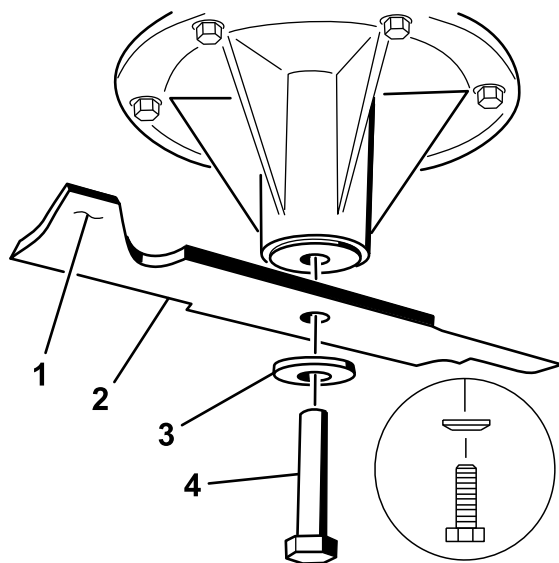

Figure 71
2. Placez la lame sur l'axe (Figure 71).
3. Montez la rondelle bombée et le boulon de la lame (Figure 71).
Remarque: Le cône de la rondelle bombée doit être dirigé vers la tête du boulon (Figure 71).